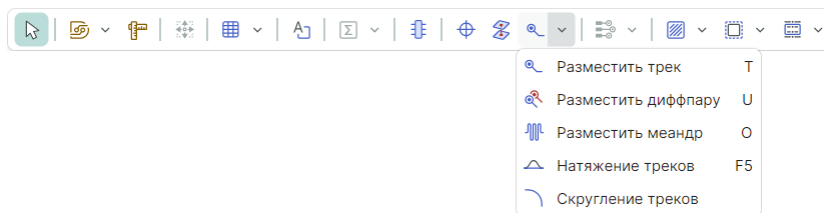

Рис. 110 Встроенная панель редактора платы
- «Встроенная панель инструментов» — настройки включения/выключения отображения встроенной панели инструментов и выбор расположения данной панели в окне редактора. Внешний вид встроенной панели редактора платы представлен на Рис. 110.